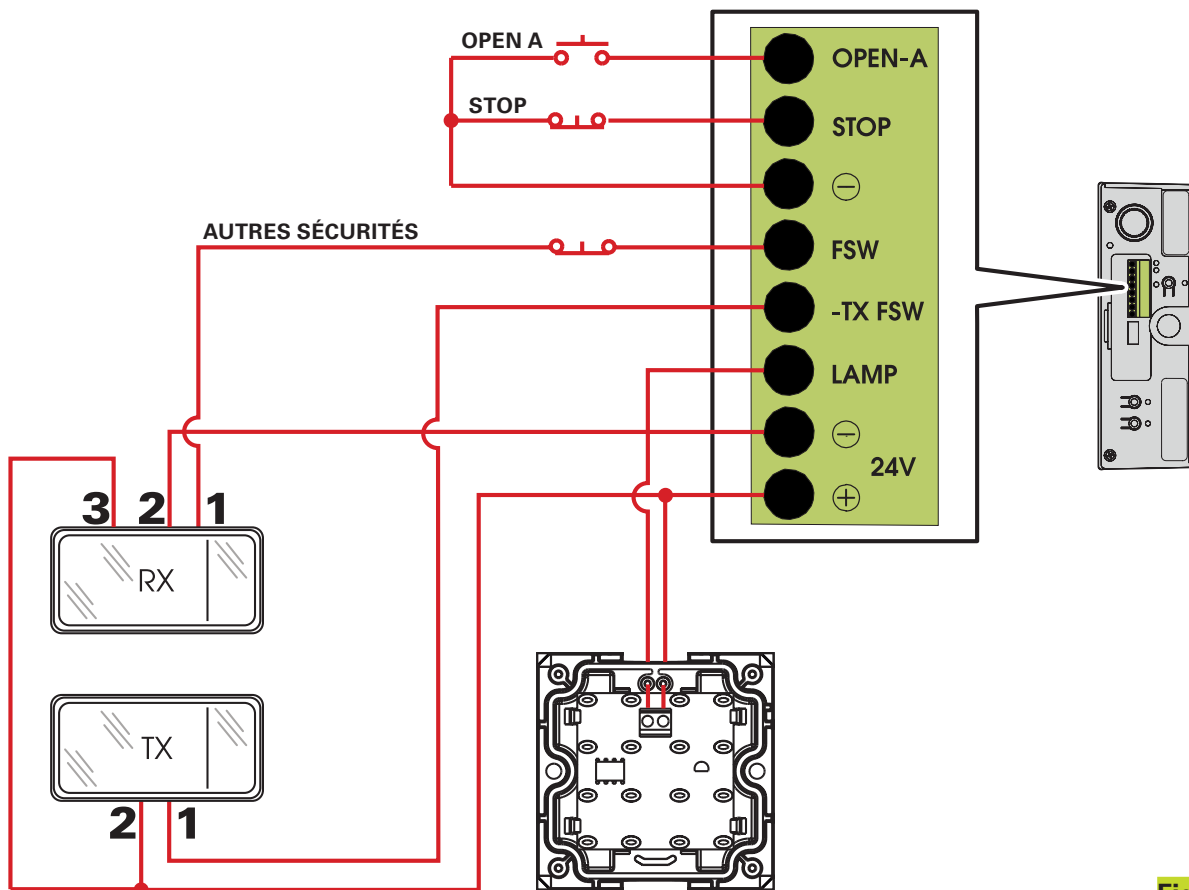

Fig. 31
- Réaliser les connexions électriques d'après la Fig. 31.